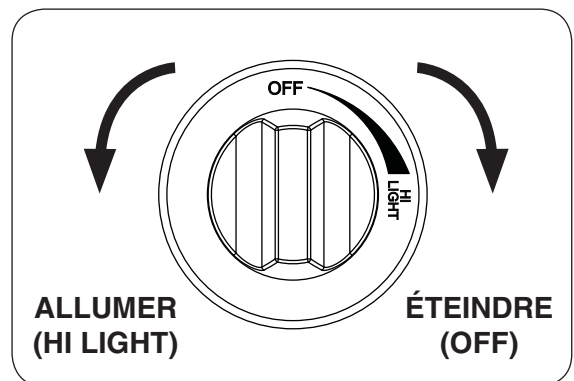

Fig. 18-2
4. **Une fois que le match est en feu et en position**, appuyer sur le bouton de contrôle du gaz et tournez dans le sens antihoraire à la position de **HI LIGHT (allumer)** (voir Fig. 18-2). Votre brûleur devrait s'allumer.
Pour éteindre le brûleur à gaz, appuyer sur le bouton de contrôle du gaz et tourner dans le sens horaire à la position **OFF (éteindre)** (voir Fig. 18-2). Assurez-vous que le bouton de commande est tourné complètement hors tension pour éviter toute fuite de gaz.